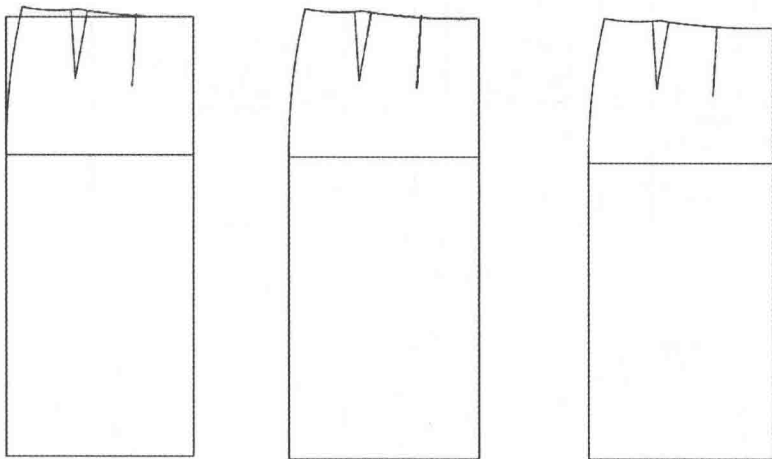

图6-27 画前腰省步骤2
④选择 【智能笔】工具框选并删除第二个省线多余线段。然后上面的方法一样绘制第二个腰省（图 6-27）。